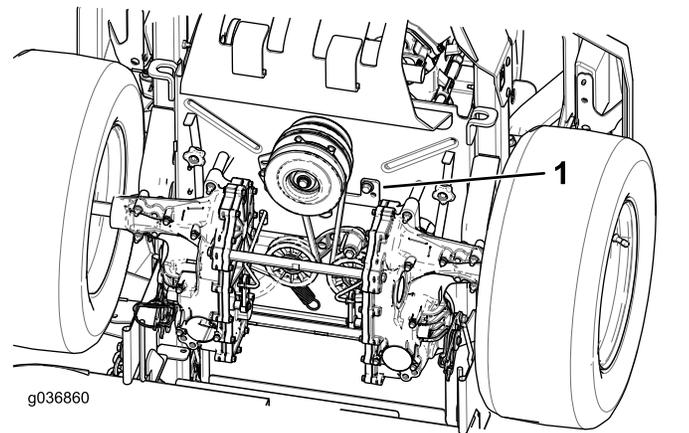

Figura 67
5. Retire el tope del embrague (Figura 67).
9. Instale el tope del embrague (Figura 67).